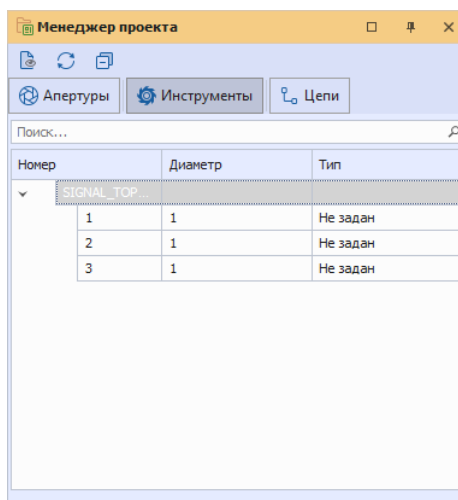

Рис. 19 Вкладка «Инструменты»
2. Вкладка «Инструменты» отображает инструменты мех. обработки, созданные в проекте производства, см. Рис. 19.